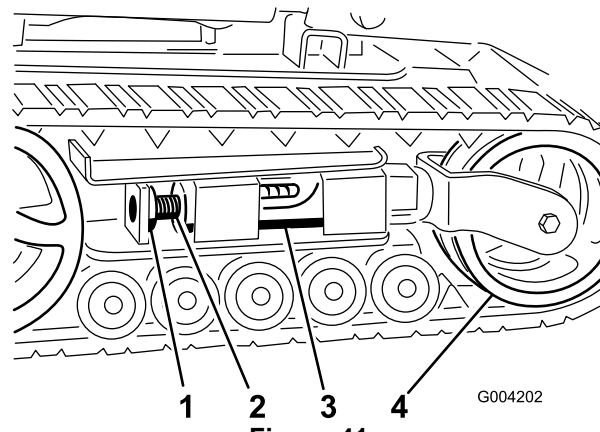
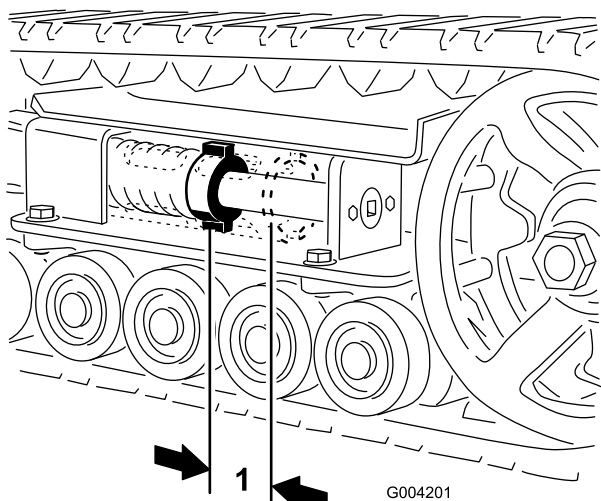
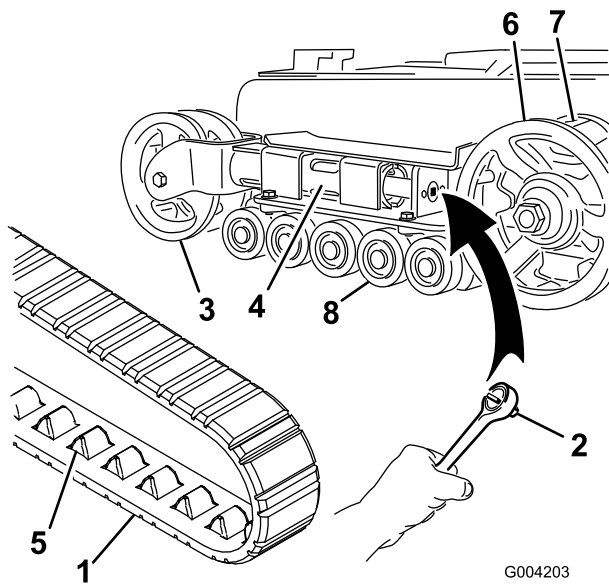
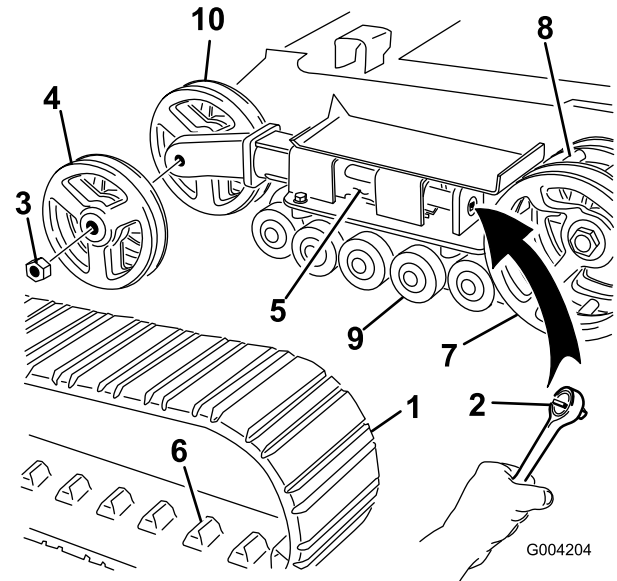

Figura 41
Figura 40
Figura 42
Figura 43
Deve esserci uno spazio di 7 cm tra il dado di tensionamento e la parte posteriore del tubo di tensionamento (Figura 40). In caso contrario, regolare la tensione dei cingoli eseguendo la procedura di seguito riportata:
4. Utilizzando una chiave a tubo da 1/2 pollice (13 mm) (Figura 42), girare la vite di tensione in senso antiorario fino a portare la distanza tra il dado di tensione e la parte posteriore del tubo di tensione (Figura 40) a 7 cm.
5. Allineare l'intaglio più vicino della vite di tensione al foro del bullone di bloccaggio e fissare la vite con il bullone di bloccaggio e il dado (Figura 41).
3. Togliere il bullone di bloccaggio e il dado (Figura 41).
4. Utilizzando una chiave a tubo da 1/2 pollice (13 mm), scaricare la tensione girando la vite di tensione in senso orario (Figura 41 e Figura 42).
4. Utilizzando una chiave a tubo da 1/2 pollice (13 mm), scaricare la tensione girando la vite di tensione in senso orario (Figura 41 e Figura 43).
5. Spingere la ruota di tensione verso il retro dell'unità in modo da spostare il tubo di tensione contro il telaio (Figura 42). (se non riesce a toccare il telaio, continuare a girare la vite di tensione fino ad ottenere il contatto).
7. Dopo avere liberato il cingolo dalla ruota di tensione, toglierlo dalla ruota conduttrice e dalle ruote non motrici (Figura 42).
8. Avvolgete il nuovo cingolo iniziando dalla ruota conduttrice e controllando che i denti del cingolo si alloggino tra i distanziali della ruota stessa (Figura 42).
9. Spingere il cingolo sotto e tra le ruote non motrici (Figura 42).
11. Girare la vite di tensione in senso antiorario fino a portare la distanza tra il dado di tensione e la parte posteriore del tubo di tensione (Figura 40) a 7 cm.
5. Spingere la ruota di tensione verso il retro dell'unità in modo da spostare il tubo di tensione contro il telaio (Figura 43). (se non riesce a toccare il telaio, continuare a girare la vite di tensione fino ad ottenere il contatto).
6. Togliere il dado di fissaggio della ruota di tensione esterna e rimuovere la ruota (Figura 43).
7. Togliere il cingolo (Figura 43).
8. Togliere il dado di fissaggio della ruota di tensione interna e rimuovere la ruota (Figura 43).
12. Montare la ruota di tensione interna e fissarla con il dado tolto in precedenza (Figura 43).
14. Montare il nuovo cingolo, accertandosi che gli attacchi del cingolo si inseriscano tra i denti al centro della ruota conduttrice (Figura 43).
15. Montare la ruota di tensione esterna e fissarla con il dado tolto in precedenza (Figura 43).
17. Girare la vite di tensione in senso antiorario fino a portare la distanza tra il dado di tensione e la parte posteriore del tubo di tensione (Figura 40) a 7 cm.